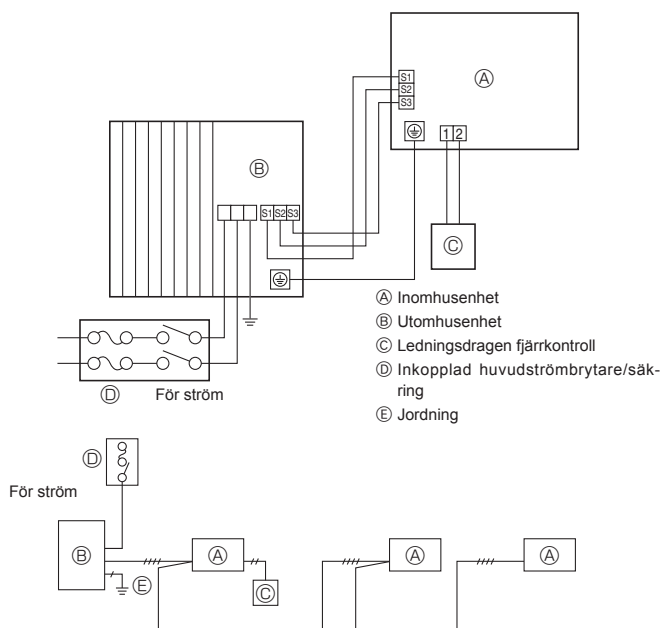

Fig. 7-1
7.1. Försiktighetsåtgärder (Fig. 7-1)